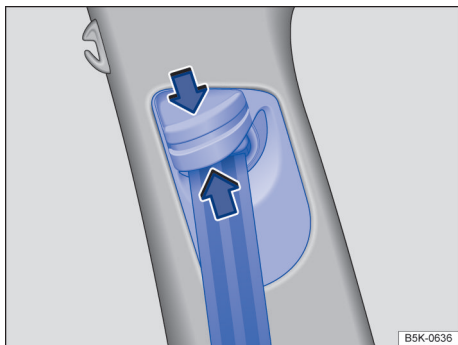

Fig. 42 Ao lado dos bancos dianteiros: regulagem de altura do cinto de segurança.
- Pressionar o dispositivo regulador no sentido das setas e mantê-lo pressionado → Fig. 42.